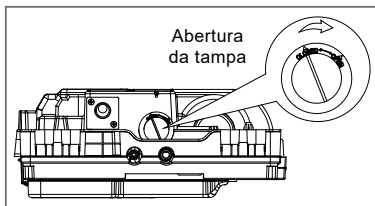

FIG. 28
2. Remova a tampa de teste girando-a conforme indicado na Fig. 28 para conectar a saída de água de teste. Encha o reservatório de água e, ao mesmo tempo, observe se há água descarregada da saída de drenagem. Certifique-se de que a água é descarregada normalmente pela drenagem.
5. Desligue a fonte de alimentação, remova a água manualmente usando o bujão de drenagem e coloque a tampa de teste de volta na posição original, girando-a no sentido contrário ao de abertura (Fig. 28).